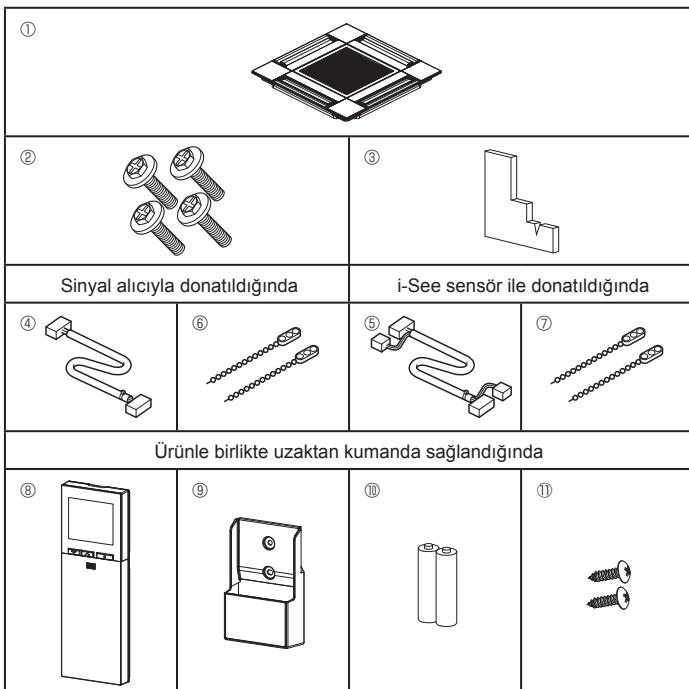

Fig. 5-1
5.1. Izgara aksesuarlarının kontrol edilmesi (Fig. 5-1)